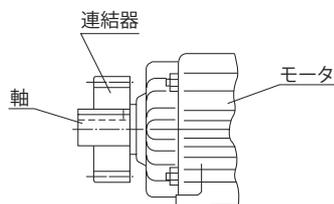

図 5-2
- ・ スプロケットやギヤの荷重作用点が軸中央よりモータ側へくるようにしてください。(図 5-2 参照)